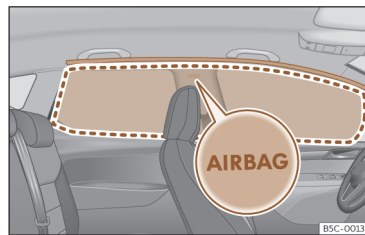

Fig. 34 Localização dos airbags da cabeça.
Os airbags da cabeça estão localizados de ambos os lados do habitáculo, por cima das portas >>> Fig. 34 e estão assinalados pelo logo «AIRBAG».
Ao ativar-se, o airbag da cabeça ocupa a zona assinalada (raio de alcance) >>> Fig. 34. Por este motivo, nunca se deverá colocar ou fixar objetos nesta zona >>> ⚠.
- Assegure-se de que as crianças viajam sentadas corretamente nas suas cadeiras e não colocam a cabeça na zona de insuflação dos airbags para a cabeça >>> Fig. 34, uma vez que, se os airbags disparassem, estes poderiam bater-lhes e causar-lhes lesões graves.